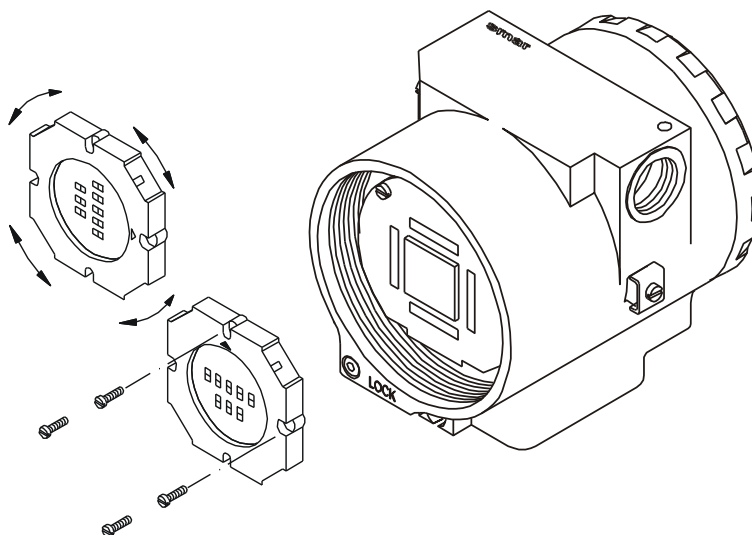

Figura 5.2 – Quatro Posições Possíveis do Display
Ligue os conectores da fonte de alimentação à placa principal. Caso tenha display, acople-o à placa principal, através de 4 parafusos (3). A montagem do display pode ser feita em qualquer uma das 4 posições possíveis (veja Figura 5.2). A marca "▲" inscrita no display, indica a posição superior do display.